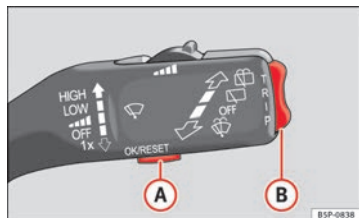
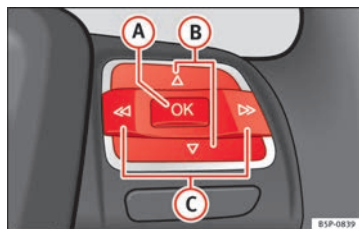

Fig. 41 Palanca del limpiacristales: teclas de control.
Fig. 42 Mandos en el volante: teclas de control.
- Para acceder al menú “Configuración”, pulse la tecla **(C)** ⇒ fig. 42 hasta que lo visualice en la pantalla. Ya está dentro de este menú.
- Para cambiar de una memoria a otra, pulse brevemente la tecla **(A)** → fig. 41 ⇒ página 58 de la palanca del limpiacristales o la tecla **(OK)** del volante multifunción → fig. 42 ⇒ página 58 con el encendido conectado.
En el indicador multifunción puede consultar los siguientes datos accionando la tecla basculante **(B)** → fig. 41 ⇒ página 58 de la palanca del limpiacristales o pulsando la tecla **(A)** o **(V)** → fig. 42 del volante multifunción*: